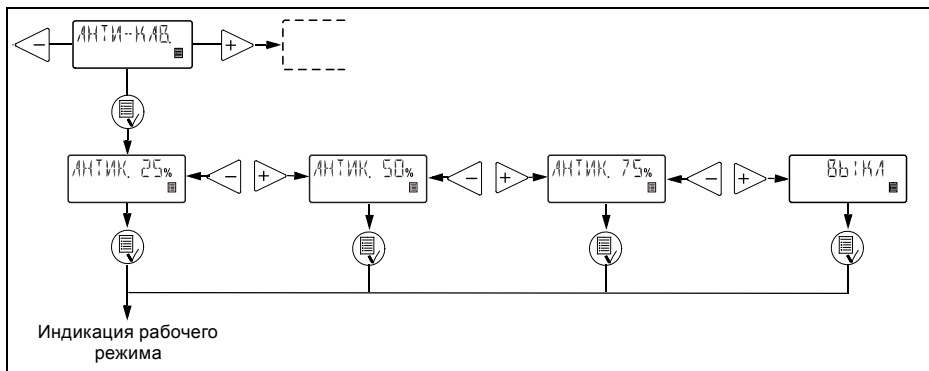

Рис. 18. Алгоритм установки режима «Антикавитация»
- при большой высоте всасывания (см. рис. 18).
В зависимости от параметров перекачиваемой жидкости, скорость всасывания может быть уменьшена на 75 %, 50 % или 25 % от максимальной скорости всасывания (см. рис. 18). Максимальная производительность насоса уменьшается при выборе функции «антикавитация». Смотрите раздел **14.1 Технические данные механической части.**